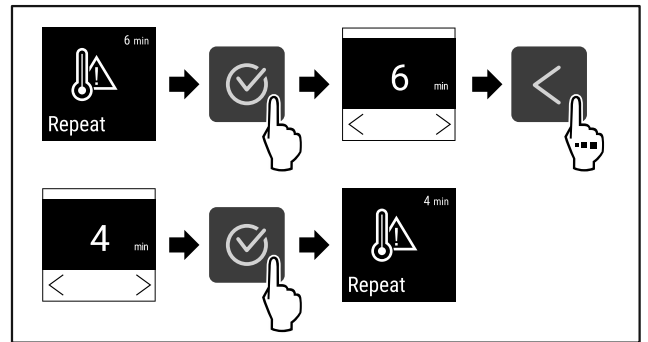

Fig. 134
- ▶ Suivre les étapes (voir Fig. 134).